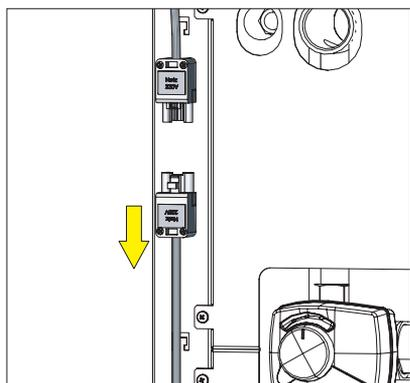

Fig. 30 Débrancher la fiche secteur
- ▶ Débrancher la chaudière avant de nettoyer le caisson de ventilateur et la roue de ventilateur! Débrancher la fiche secteur située à l'arrière – Fig. 30.